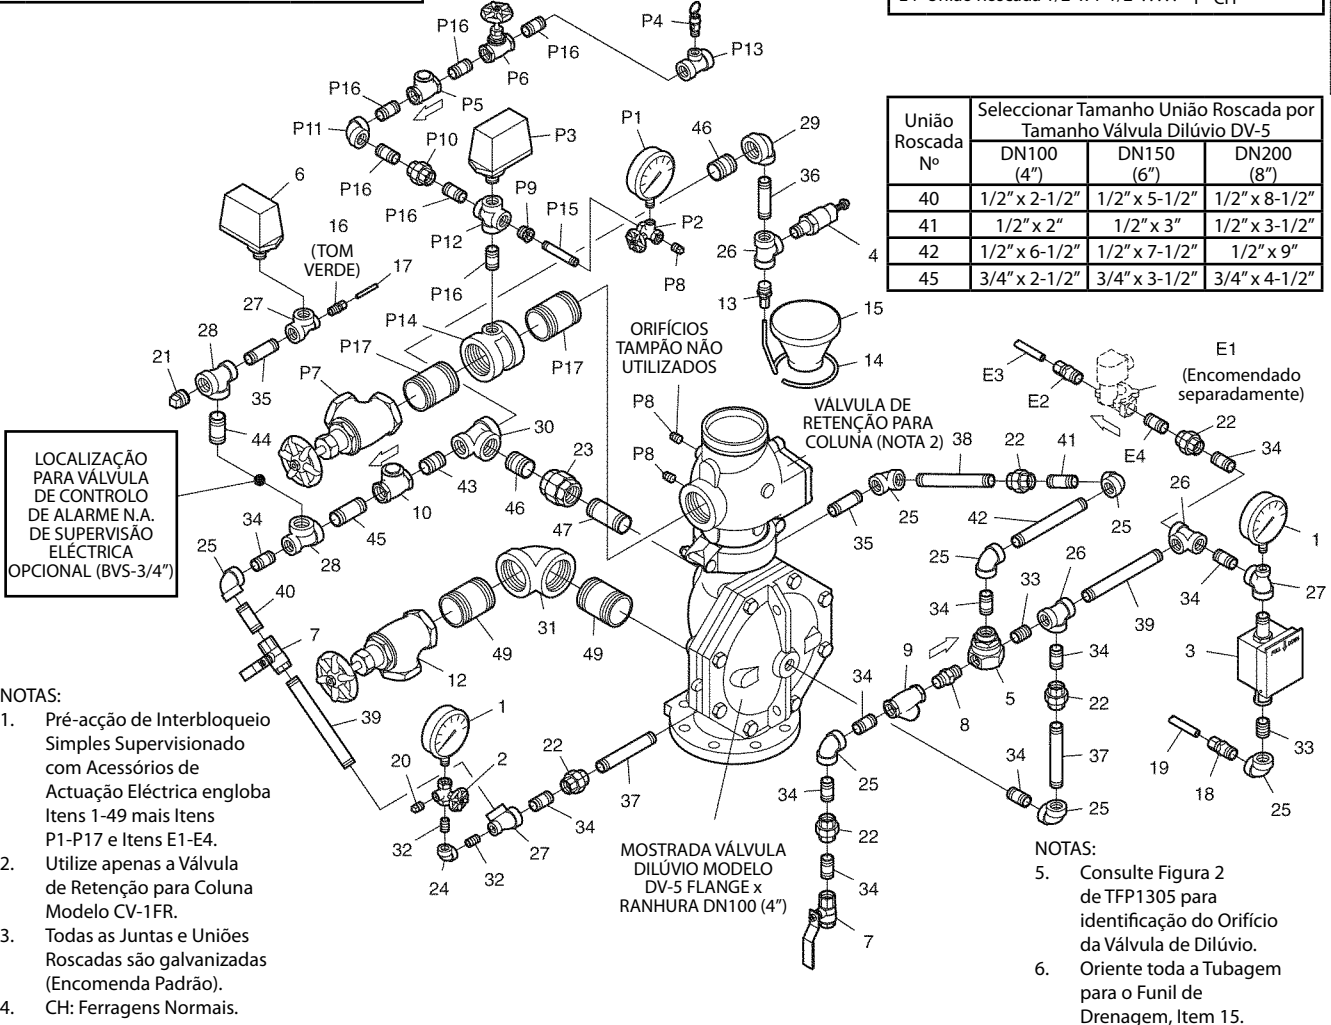

FIGURA 2A — PARTE 3 DE 3
- Unões rosca 1-4 variam em comprimento relativamente ao tamanho do Modelo DV-5. Selecciono segundo a tabela. Todas as outras uniões rosca 5-6 devem ser instaladas segundo a vista explodida de acessórios, Figura 2A Parte 1, 2 ou 3.